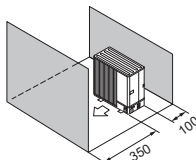

Fig. 2-13
- (5) Obstrucciones o superficies cerradas solo en las partes frontal y posterior (Fig. 2-13)